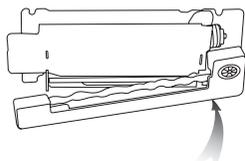

图3-7 装色带
3、装新色带匣：取新色带匣且带芯应拉直并对准打印机芯后，先将色带匣右端轻压套在机头齿轮的凸轴上，再轻压色带匣左端，使色带匣嵌入装平即可。如轻压色带匣右端下不去，则应取出色带匣并转动其转轴，再重新安装。如图3-7所示。